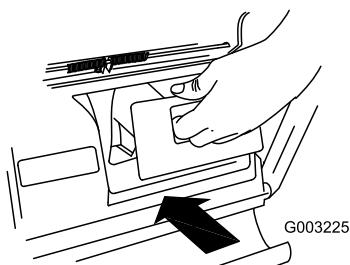

Figura 22
**Importante:** Asegúrese de que el tapón de descarga trasera está colocado antes de reciclar los recortes (Figura 22).